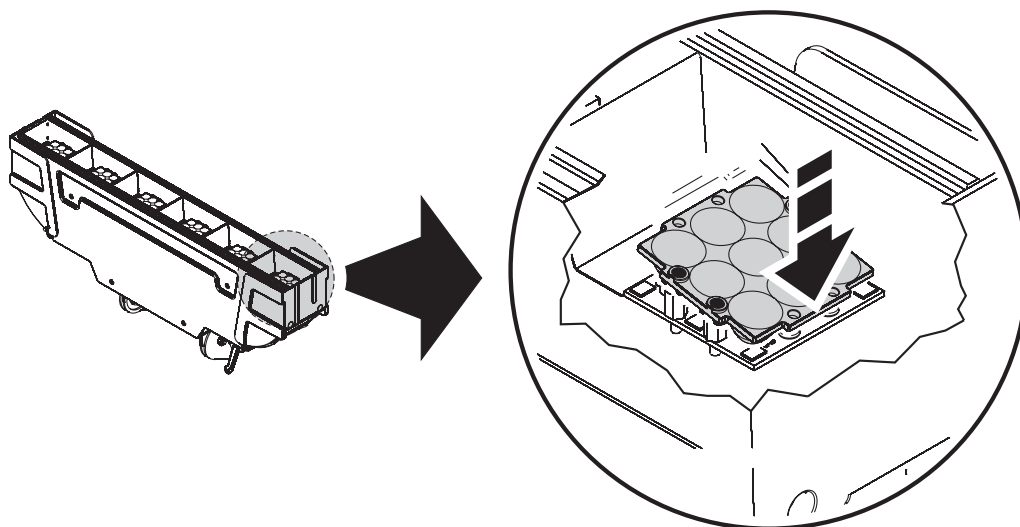

figura 6: rimozione delle lenti
3. Vedere figura 6. I gruppi lente sono fissati con sistemi di montaggio magnetici. Premere un lato del gruppo lente fino a poter afferrare l'altro lato. Sollevare il gruppo lenti per estrarlo dai magneti e conservarlo per un eventuale utilizzo futuro.